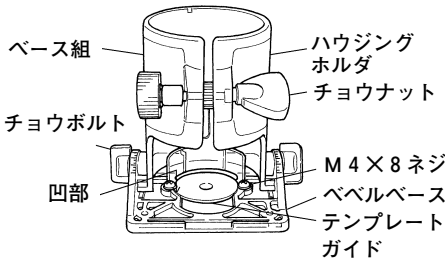

図 16
(図 16)
(2) ベベルベースの左右に取り付いているチョウボルトをゆるめ、ベベルベースを水平に固定してください。(図 16)
(3) 付属品のテンプレートガイドをベベルベースのテンプレートガイド取付部の凹部に合わせ、2個のM4×8ネジで固定してください。(図 16)